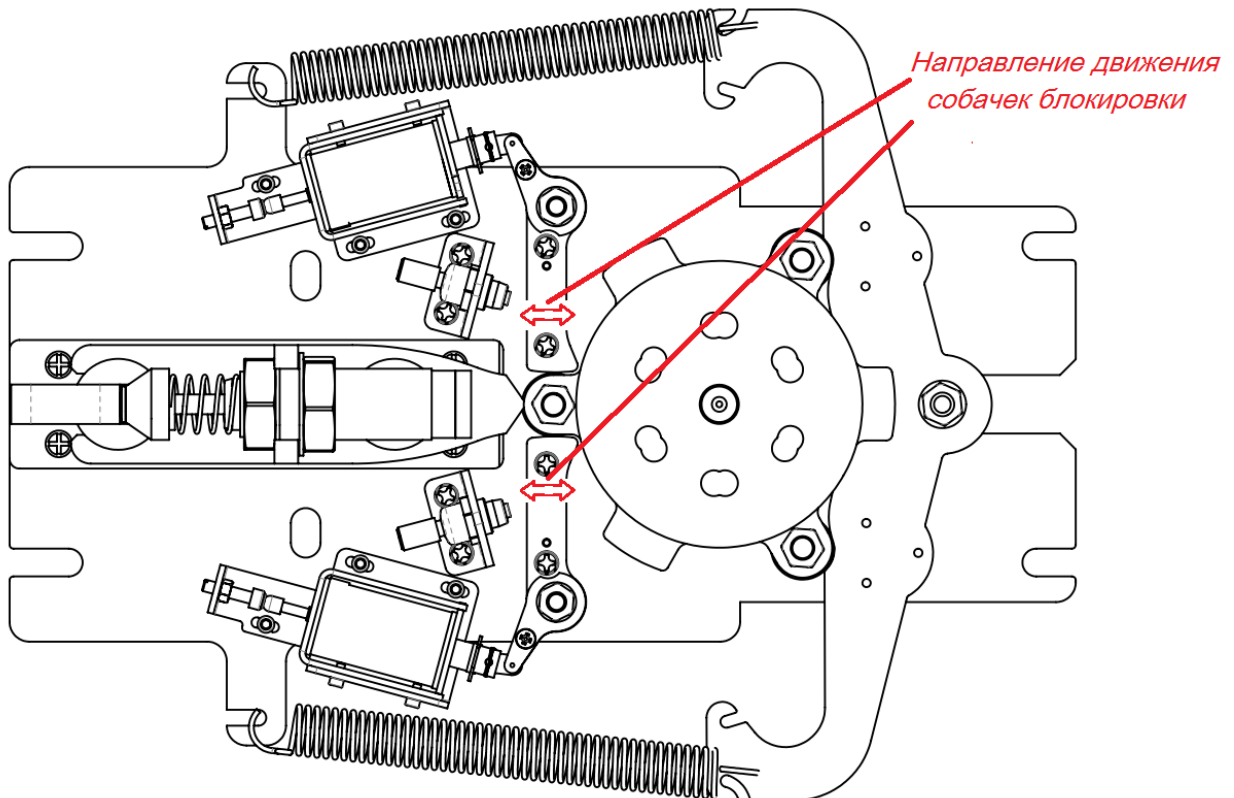

Рисунок 5 – Направление движения собачек блокировки
3) включить питание, светодиоды на ПУ сначала все загорятся и погаснут, кроме кнопки (2), кратковременно нажать кнопку (2), загорится кнопка(4), кратковременно нажать кнопку (4), эти манипуляции надо успеть произвести, до загорания красного креста на панели индикации. После нажатия кнопки (4) оба соленоида одновременно отщелкнутся, затем оба защелкнутся, двигая при этом собачки блокировки движения ротора турникета. Рисунок 5 – направление движения собачек.